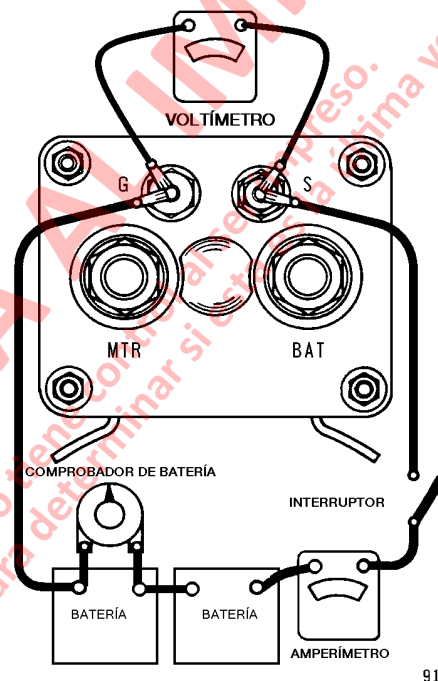
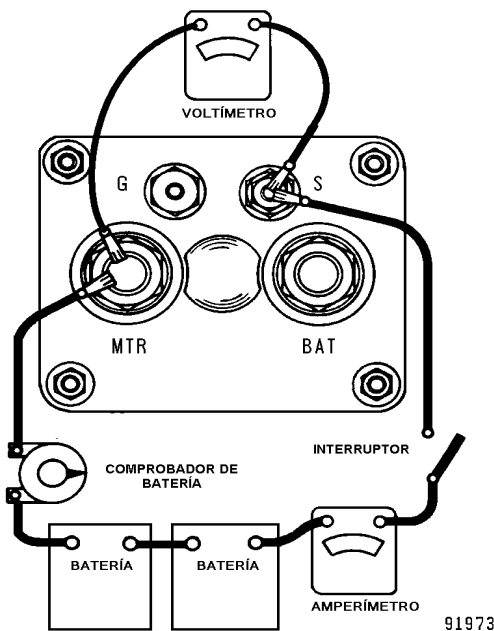

FIGURA 2-8. PRUEBA DEL SOLENOIDE DEL EMBOBINADO DE RETENCIÓN
FIGURA 2-9. PRUEBA DEL SOLENOIDE DEL
1. Con todos los conductores desconectados del solenoide, realice conexiones de prueba como se muestra al solenoide, al terminal del interruptor y al segundo terminal del interruptor «G», para verificar el embobinado de retención (Figura 2-8).
3. Para inspeccionar el embobinado de atracción, conecte desde el terminal del interruptor del solenoide «S» al terminal del motor del solenoide «M» o «MTR» (Figura 2-9).
5. Para buscar circuitos conectados a tierra, mueva el conductor de la batería desde «G» (Figura 2-8) y desde «MTR» (Figura 2-9) hacia la carcasa del solenoide. La lectura del amperímetro debe ser cero. De no ser así, el embobinado está conectado a tierra.